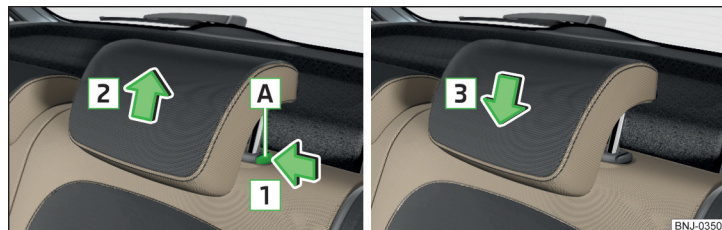

Fig. 75 Estrazione / inserimento poggiatesta
- Tenere premuto il tasto di sicurezza **A** in direzione della freccia **1** ed estrarre il poggiatesta in direzione della freccia **2** » fig. 75.